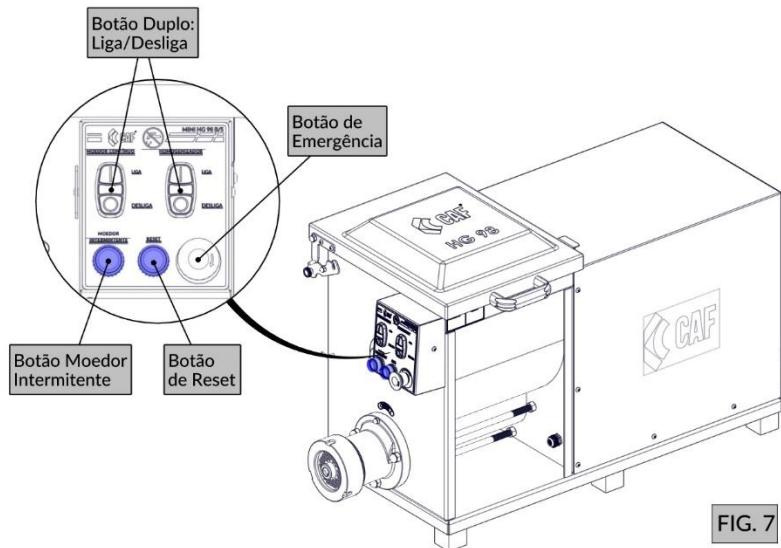

FIG. 7
Todas os sistemas listados acima estão localizados no painel de comando (FIG. 7) do Homogeneizador.
3. Verifique se o botão de emergência está destravado (FIG. 7);
4. Para acionar a máquina é necessário apertar o botão de reset (FIG. 7) e, em seguida, o botão liga/desliga (FIG. 7). Observe o sentido de rotação do caracol e pás através das setas indicativas da máquina;
4. Aperte o botão "Liga" do moedor (FIG. 7) e, em seguida, o botão "Liga" do homogeneizador (FIG. 7) para iniciar o processamento.